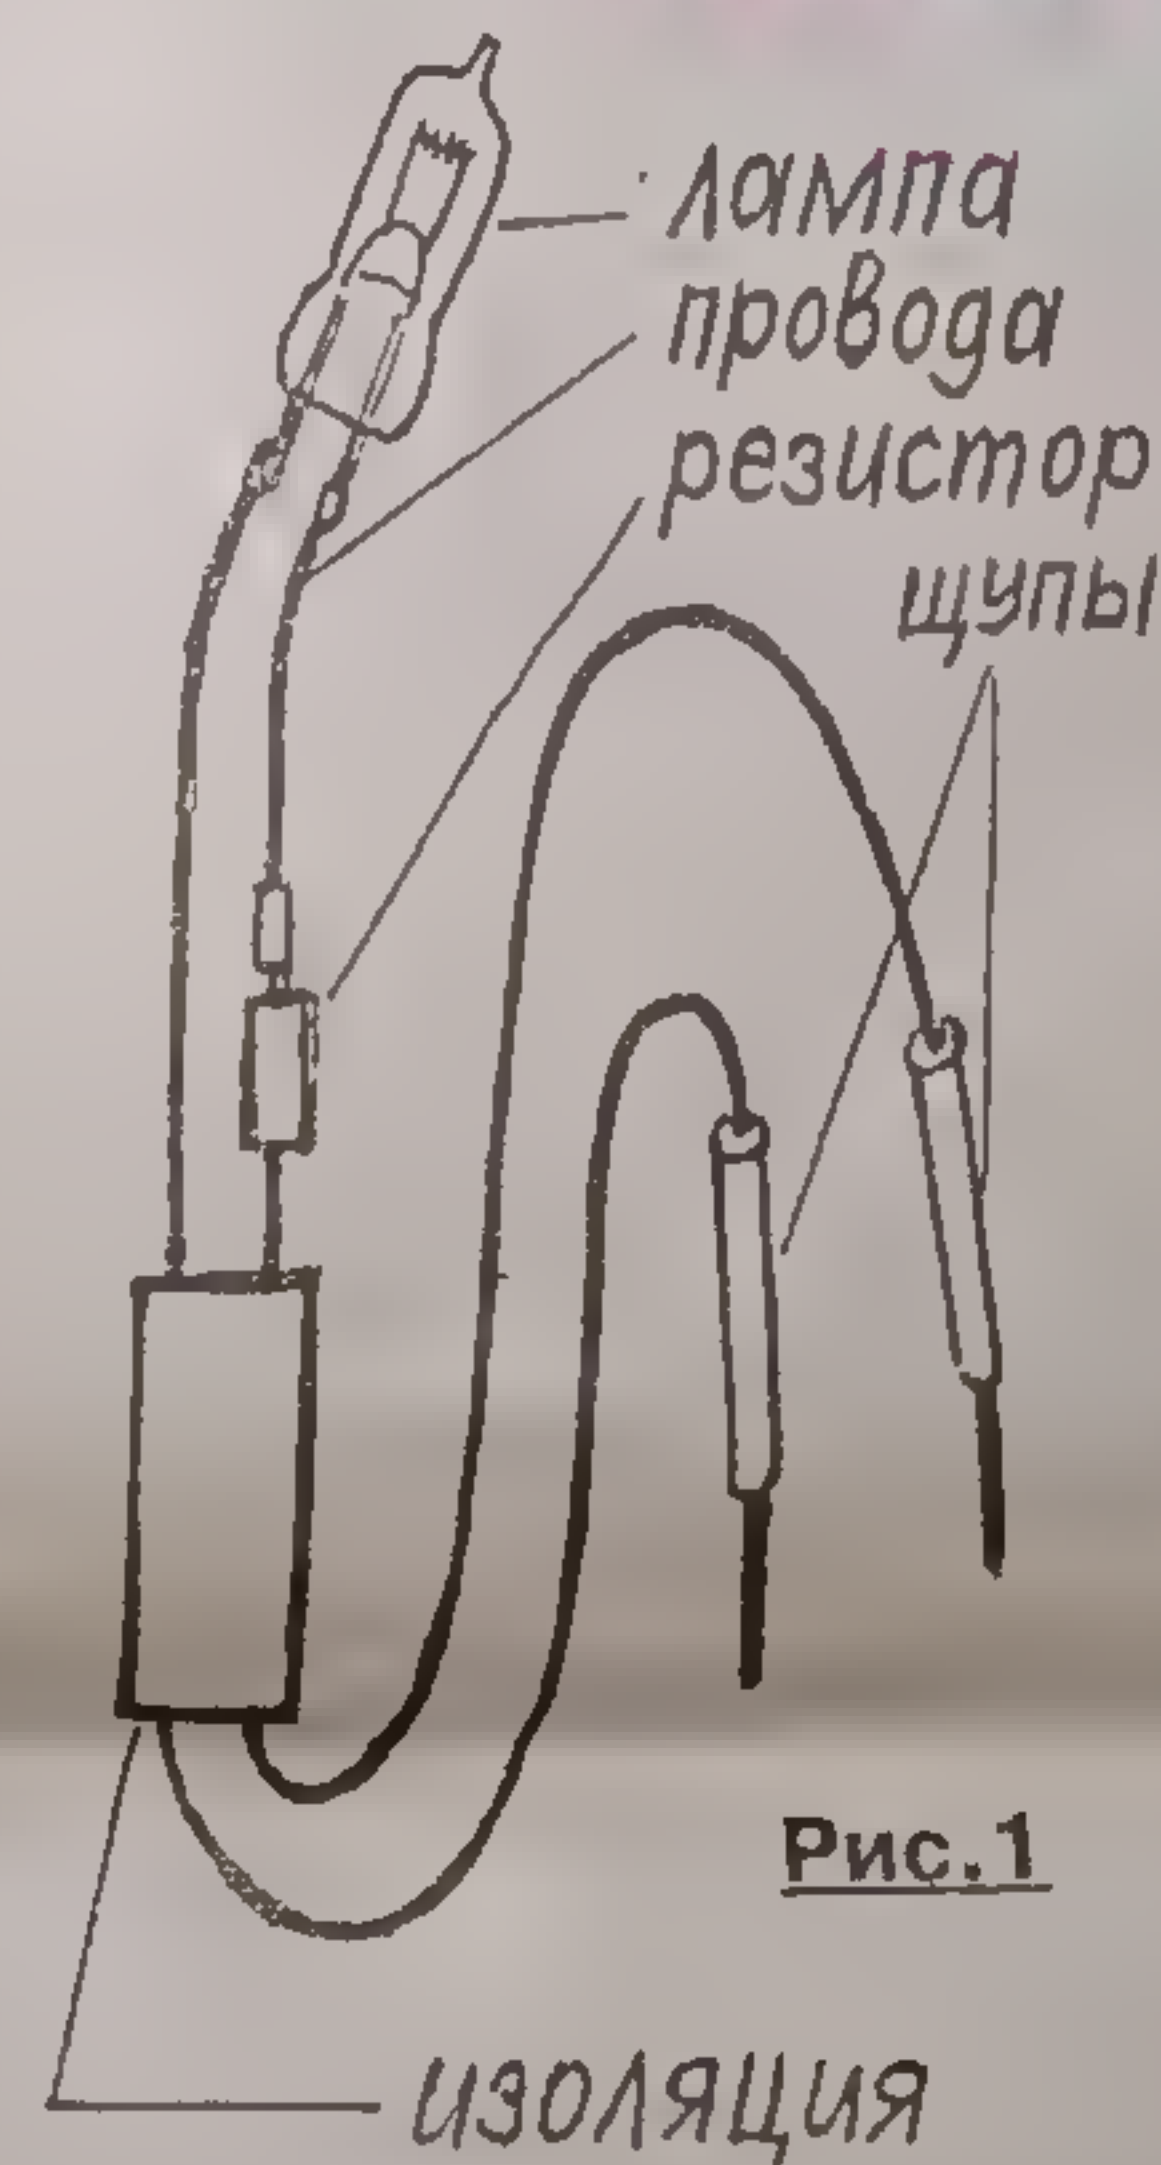

Рис. 1
* Если прибор не включается, необходимо проверить напряжение в сети, исправность предохранителей и провода питания. Для «прозвонки» низковольтных цепей можно изготовить простой пробник, который состоит из батарейки, проводов, лампочки и любой трубки (диэлектрической). Все очень понятно и показано на рис. 1. Важно только одно: чтобы лампочка подходила по напряжению к батарейке. И чтобы все составные части пробника умещались в трубке.